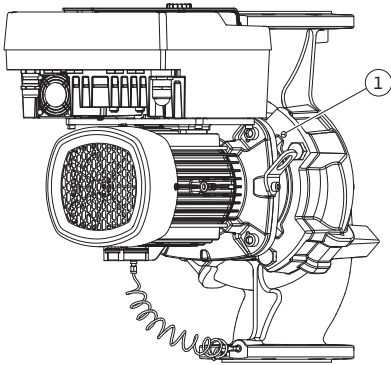

Fig. 10: Odtlačenie nástrčného bloku cez závitové otvory
- Nástrčný blok (pozri Fig. 4) odtlačte od telesa čerpadla. V závislosti od typu čerpadla (pozrite si Fig. I až Fig. IV) existujú dva odlišné postupy. Pre typ čerpadla (Fig. III a Fig. IV) uvoľníte skrutky (pol. 29). Použite dva vedľa umiestnené závitové otvory (Fig. 10, pol. 1) a použite vhodné skrutky pripravené na mieste inštalácie (napr. M10 x 25 mm). Pre typ čerpadla (Fig. I a Fig. II) použite dva závitové otvory M10 (Fig. 104). Použite vhodné a na mieste inštalácie pripravené skrutky (napr. M10 x 20 mm). Na odtlačenie môžete použiť aj drážky (Fig. 104, pol. 2).